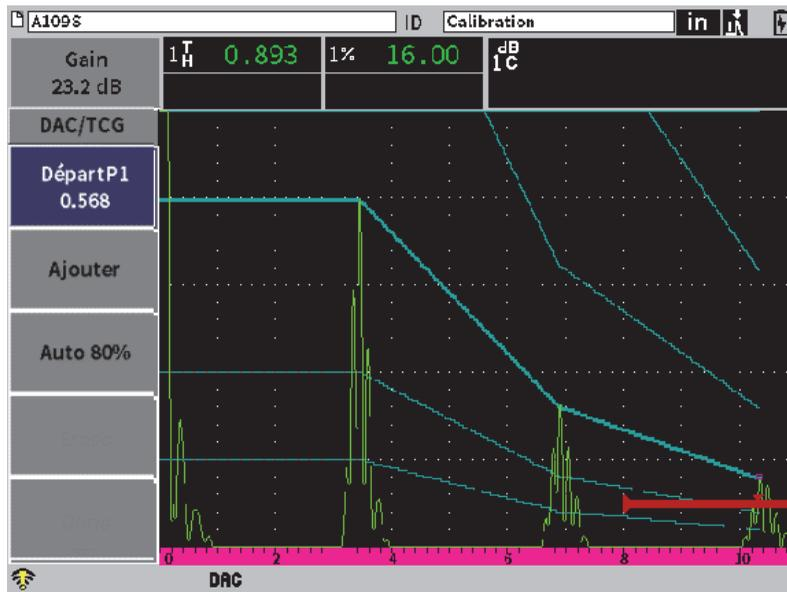

Figure 11-16 Courbe JIS
4. Réglez la valeur Départ P1 et utilisez le bouton **Ajouter** pour ajouter des points et pour former la courbe DAC souhaitée (voir Figure 11-16 à la page 195).